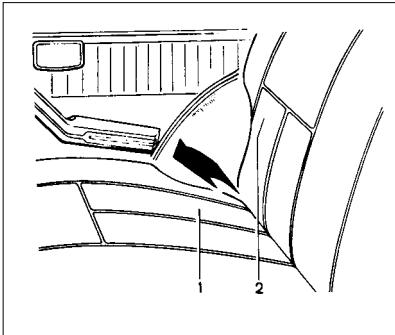

Рис. 12. Заднее сиденье
- просуньте руку между подушкой 1 (рис. 12) и спинкой 2 и откиньте подушку в вертикальное положение;